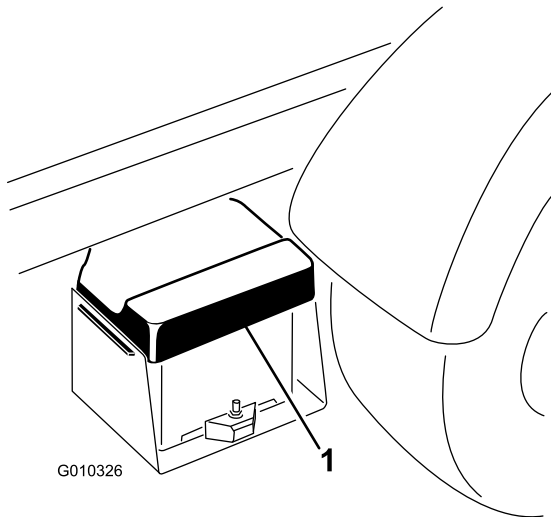

Figura 48
1. Apriete la tapa de la batería para liberar las pestañas de la base de la batería. Retire la tapa de la batería de la base (Figura 48).